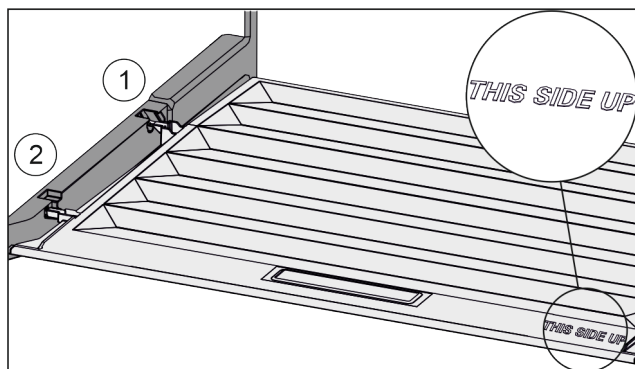

Fig. 135
- ▶ Anbring dækslets tappe over åbningen i den bageste holder Fig. 135 (1), og lad dem gå i indgreb i forreste holder Fig. 135 (2).